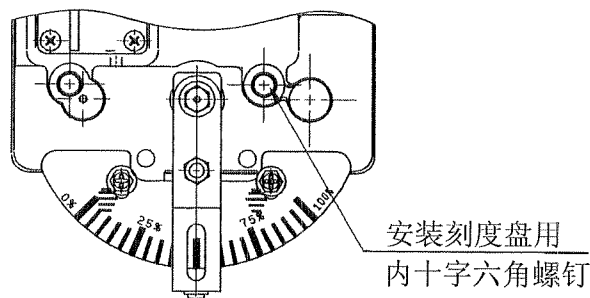

图 27 刻度盘(背面)
- (3) 请确认执行元件在始点和终点时，刻度盘的指针是否指向 0%和 100%。不吻合时，利用扳手松开安装刻度盘用的十字六角螺钉，然后平移刻度盘至适当位置。(参考图 27、28)